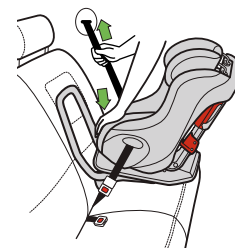

Figura 58
- Presione el centro del asiento de seguridad para oprimir el cojín del vehículo y tire de la porción de hombro del cinturón de regazo y hombro a fin de apretarlo, como se ilustra en la **figura 58**.